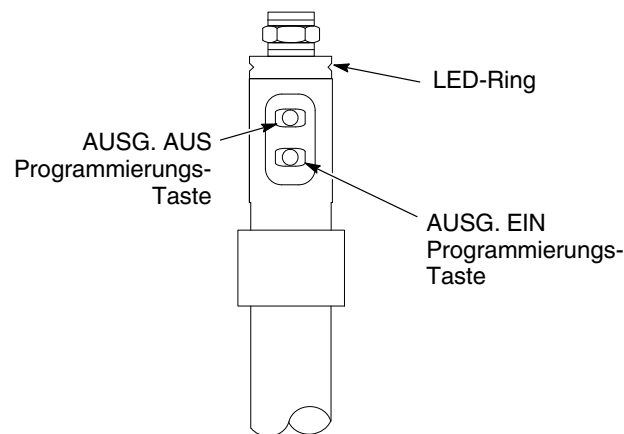

Abb. 4-12 Füllstandsensensorsonde mit zwei Tasten programmieren
3. Siehe Abb. 4-12. Die Programmiertaste AUSG. AUS drücken, bis der LED-Ring langsam gelb blinkt.
2. Siehe Abb. 4-12. Die Programmiertaste AUSG. EIN drücken, bis der LED-Ring von langsamem auf schnelles Blinken umschaltet.